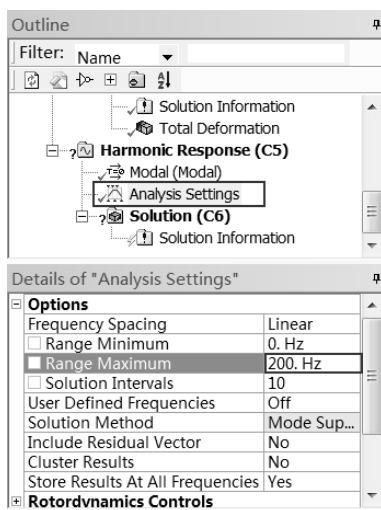

图 7-47 频率设定
Step3: 如图 7-47 所示, 在 Outline (分析树) 中的 Harmonic Response (C5) Analysis Settings 选项上单击, 在下面出现的 Details of “Analysis Settings” 选项的 Options 中做如下更改。